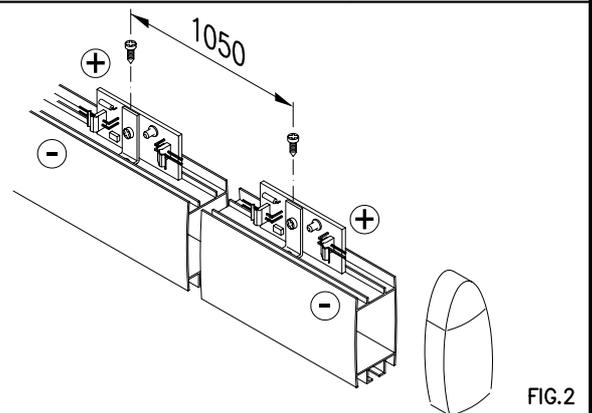

FIG.2
- (I) Di seguito forare e fissare i circuiti a passo (1050mm / 700mm) (fig.2).
- (GB) Now drill and install the circuits at a (1050mm / 700mm) pitch (Fig.2).
- (F) Percer et fixer les circuits tous les (1050mm / 700mm) (fig.2).
- (D) Dann lochen und die Kreisläufe mit einer Teilung von (1050mm / 700mm) befestigen (Abb.2).
- (E) Luego perfora y sujete los circuitos cada (1050mm / 700mm) (fig.2).